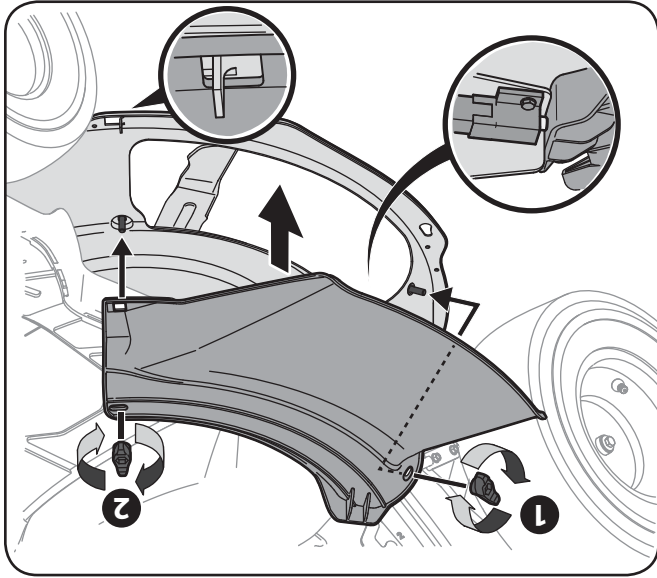

Figure 3-8
2. Installez la goulotte d'éjection dans l'ouverture du plateau de coupe. Les poteaux sur la surface du plateau de coupe s'adapte à travers les trous de la partie supérieure de la goulotte d'éjection. La petite languette sur la zone de la levre du plateau s'adapte à travers la découpe carrée sur la partie inférieure de la goulotte d'éjection. Voir Figure 3-8.
retiré plus tôt. Voir Figure 3-8.
5. Branchez le harnais de sécurité sur le siège dans le faisceau de câblage sur l'unité comme illustré à la Figure 3-8.